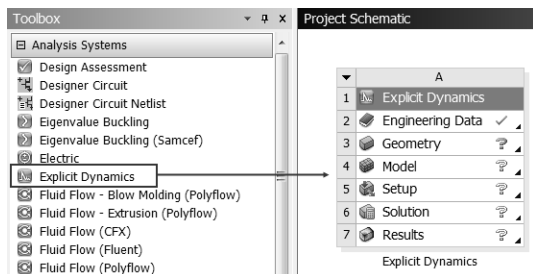

图 11-39 创建分析项目 A
Step2: 双击主界面 Toolbox (工具箱) 中的 Analysis Systems Explicit Dynamics (显式动力学分析) 命令,即可在 Project Schematic (项目管理区) 创建分析项目 A,如图 11-39 所示。